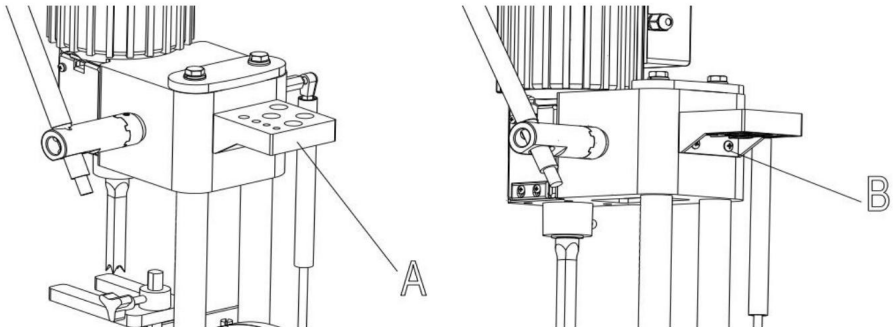

Abb. 8
1. Montieren Sie den Werkzeug- und Meißelhalter (A) Abb. 8 an der Seite der Säule mit den beiden